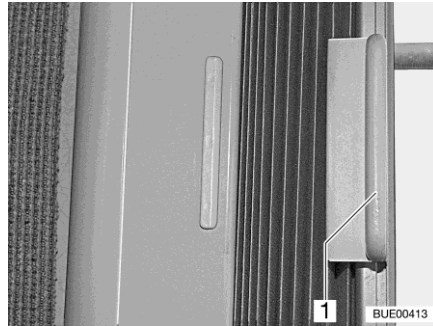

Fig. 45 Dispositif occultant plissé (fenêtre côté passager)
- Tenir le dispositif occultant plissé par la poignée (Fig. 45,1) et pousser vers la gauche ou la droite.